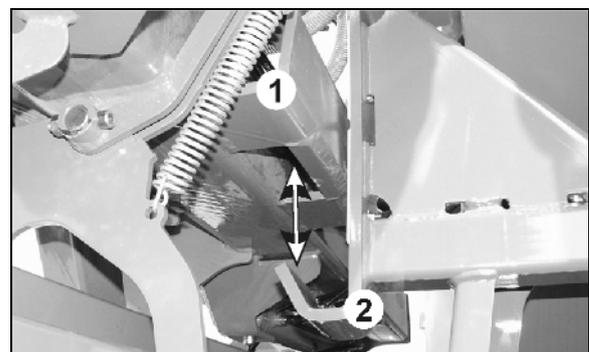

Fig. 112
- Repliez les flèches (Fig. 112 / 1) jusqu'aux patins du verrouillage de transport.
- Les flèches (Fig. 112 / 1) se soulèvent et quittent le verrouillage de transport (Fig. 112 / 2).
- Les flèches (Fig. 112 / 1) descendent dans le verrouillage de transport (Fig. 112 / 2).